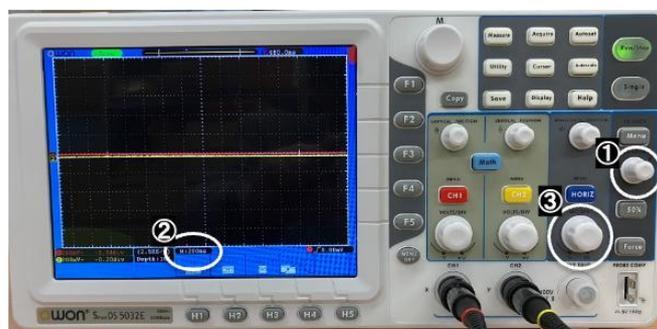

図 3-18. オシロスコープのトリガーレベル，時間軸の設定
- (9) 回路基板の COARSE つまみを回してコイルに流す電流の周波数を変えても、オシロスコープ上の CH1 の信号電圧（赤）がいつも画面左右中央のすぐ左で矩形波の低電圧、すぐ右で高電圧に変化することを確認しなさい。もし、波形が左右（時間軸方向）に動くようなら、図 3-18 の①TRIG LEVEL つまみを回すと画面上に現れた水平な赤線が上下に移動し、赤線が矩形波の振れ幅の中に入ると画面が静止する。
- (10) オシロスコープの横軸（時間軸）の1マスの時間幅を調整して、CH1の信号電圧（赤）の1~3周期を表示しなさい。図3-18の②画面下の表示が、たとえば「M:20ms」のとき、横軸の1マスの時間は20ms、つまり20ms/DIVである。③SEC/DIVつまみを回すとこれを変えることができる。
オシロスコープの時間軸を調整して(図 3-18 の②SEC/DIVつまみ) 信号の 1~3 周期を表示し、以下に示す<振幅の測定手順>に従っておもり 1 の位置信号電圧の振幅  $V_{amp} = (V_{max} - V_{min})/2$  を測定し、解答用紙 8 の表に記録しなさい。ここで、 $V_{max}$  と  $V_{min}$  はそれぞれ位置信号電圧の 1 周期内の最大値と最小値である。
- (1) コイルの向きを変えずに、コイルと分子模型の間隔を約 3 mm に狭めなさい。
- (2) オシロスコープの CH1 (赤) に表示される矩形波が時間軸方向に動くときは、図 3-18 の③TRIG LEVEL つまみを回して静止させなさい。
- (2) オシロスコープの CH1（赤）に表示される矩形波が時間軸方向に動くときは、図 3-18 の③ TRIG LEVEL つまみを回して静止させなさい。